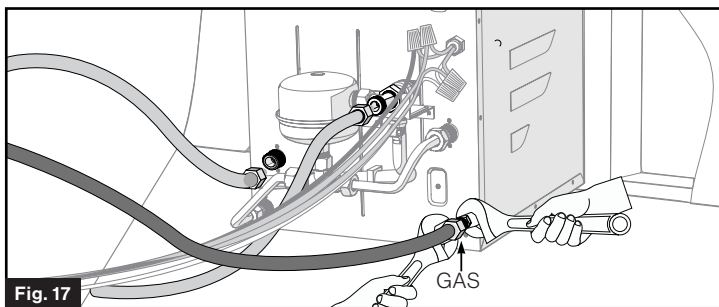

Fig. 17
1. Conecte la línea de servicio de gas a la boquilla de gas LP de  $\frac{3}{8}$ " en la parte posterior del aparato. Use dos llaves para apretar la boquilla de compresión. Evite apretar en exceso, podría dañar la unidad. (Fig. 17)